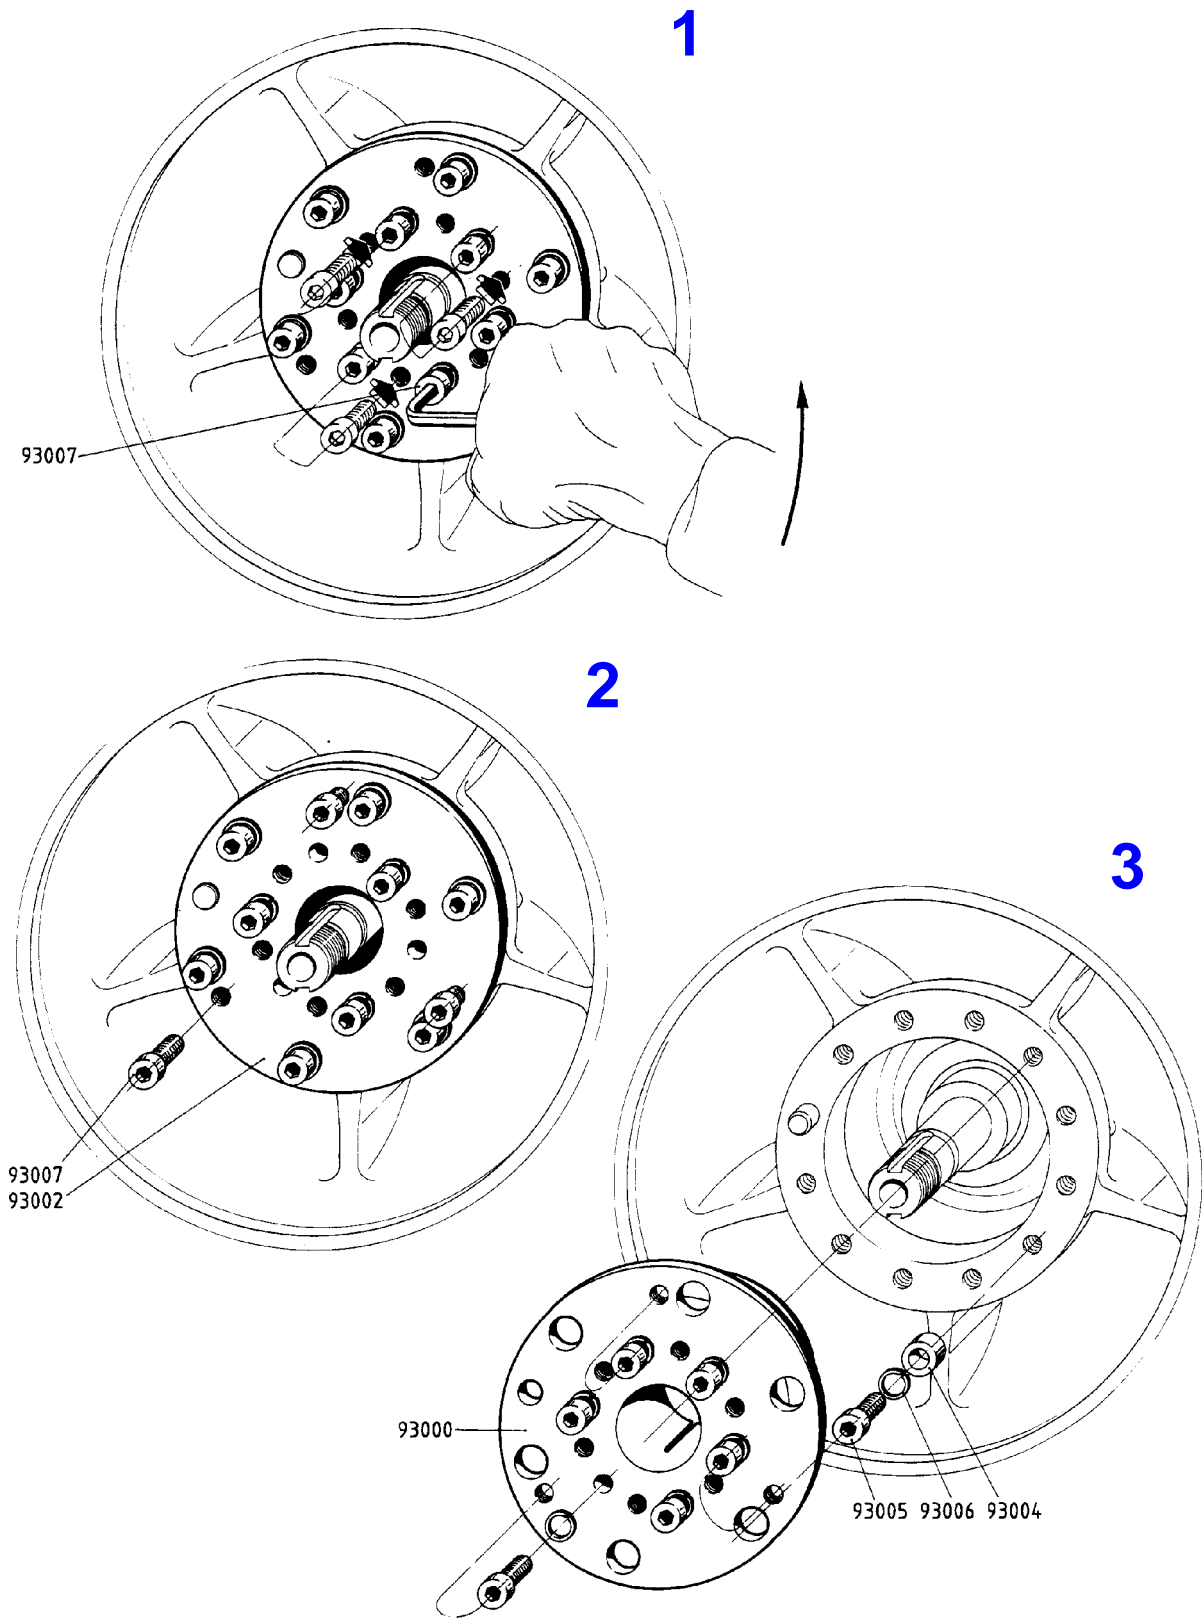

Fig. 6-4
- Zyl.-Schrauben (93007) des inneren Lochkreises mit Inbusschlüssel lösen (s. Fig. 6-4/1).
- Blockierflansch (93002) mit drei Zyl.-Schrauben (93007) (im äusseren Lochkreis) vom Gaseintrittsgehäuse abdrücken (s. Fig. 6-4/2).
- Release the socket screws (93007) of the inner circle of holes with a socket wrench (see fig. 6-4/1).
- Press the locking flange (93002) away from the gas inlet casing with the three socket screws (93007) in the outer circle of holes (see fig. 6-4/2).